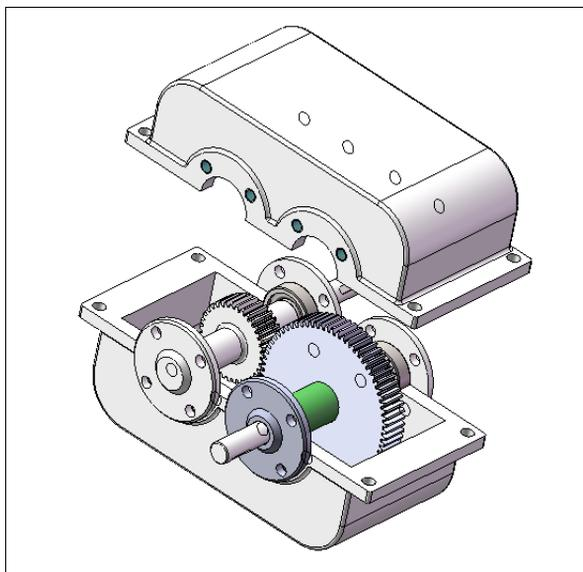

Рис. 6.48
25. Закроем редуктор второй половиной крышки, для чего разместим в сборочном пространстве еще одну деталь — Корпус редуктора (рис. 6.48) и укажем условия сопряжения между первой и второй половиной корпуса (три сопряжения типа **Совпадение** между одноименными плоскостями половин корпуса).